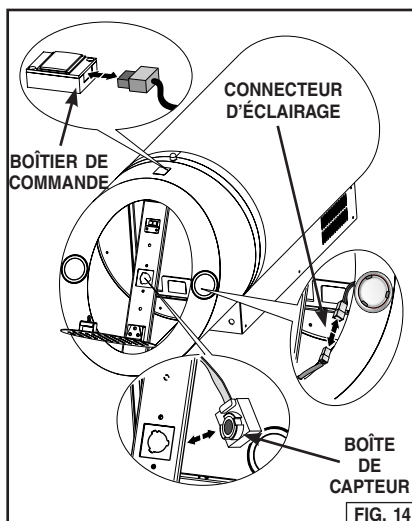

FIG. 14
- a. Retirez le connecteur de la boîte de commande. Fig. 14.
- b. Retirez le connecteur d'éclairage. Fig. 14.
- c. Retirez la boîte du capteur du montage Fig. 14.